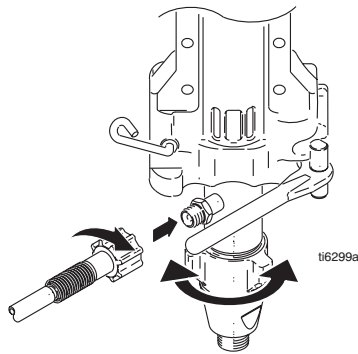

Afb. 25
- 3. Afb. 25. Schuif de pomp in de verbindingstanf. Druk op de pompen totdat deze volledig vast zit. Opmerking: De pen klikt op zijn plaats vast.